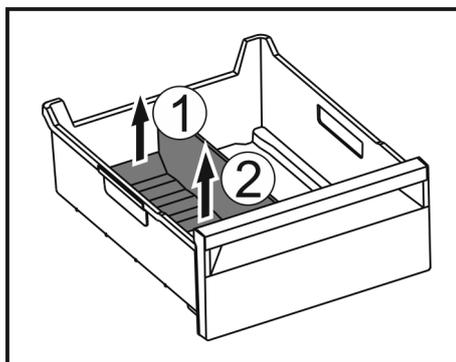

Fig. 54
- Підняти задню частину перегородки відділення для льоду. Fig. 54 (1)
- Вилучити перегородку рухом вгору. Fig. 54 (2)